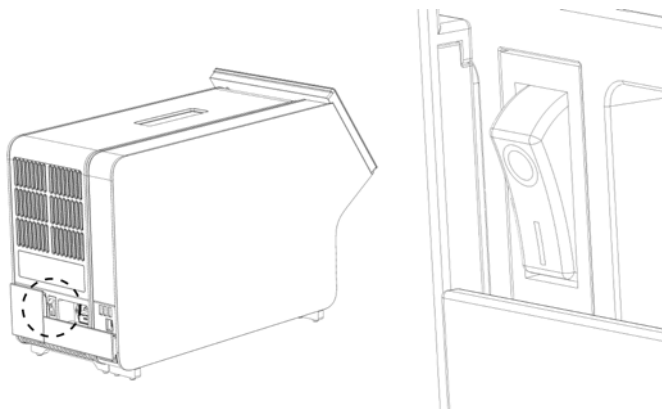

Рисунок 11. Найдите выключатель питания и приведите его в положение «I».
9. Включите прибор нажатием выключателя питания на задней стороне аналитического модуля — выключатель необходимо привести в положение «I» (рис. 11). Убедитесь, что индикаторы состояния на аналитическом и рабочем модулях горят синим светом.